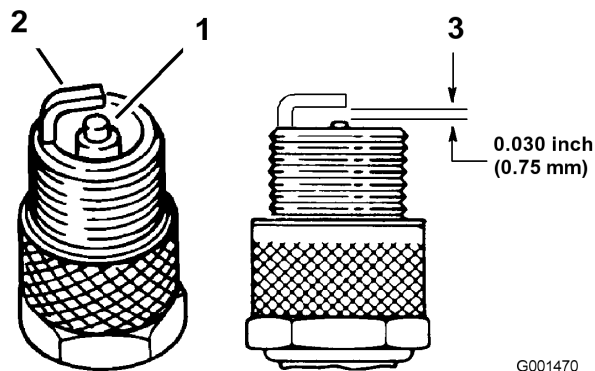

Figure 24
1. Examinez le centre des bougies (Figure 24). Si le bec de l'isolateur est recouvert d'un léger dépôt gris ou brun, le moteur fonctionne correctement. S'il est couvert d'un dépôt noir, c'est généralement signe que le filtre à air est encrassé.
3. Contrôlez l'écartement entre l'électrode centrale et l'électrode latérale (Figure 24). Courbez l'électrode latérale (Figure 24) si l'écartement est incorrect.
3. Connectez les bougies (Figure 24).